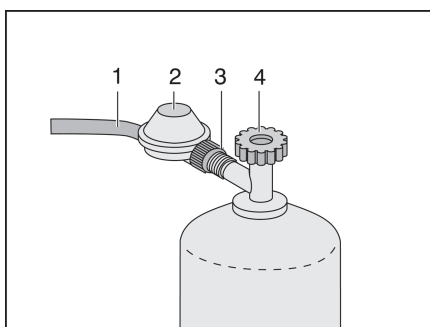

Figure 34 Raccord bouteille de gaz
- ▶ Utiliser uniquement des régulateurs de pression de gaz spécifiques (Figure 34,2) avec soupape de sécurité pour l'utilisation dans les véhicules (inclus dans la livraison du véhicule neuf).
- Fermer le robinet principal (Figure 34,4) de la bouteille de gaz. Observer le sens de la flèche.
- Maintenir le régulateur de pression de gaz (Figure 34,2) et ouvrir l'écrou moleté (Figure 34,3) (filetage à gauche).
- Retirer le régulateur de pression du gaz avec la lyre (Figure 34,1) de la bouteille de gaz.
- Placer le régulateur du gaz (Figure 34,2) avec le flexible de gaz (Figure 34,1) sur la bouteille de gaz et serrer à fond l'écrou moleté (Figure 34,3) (filetage à gauche).